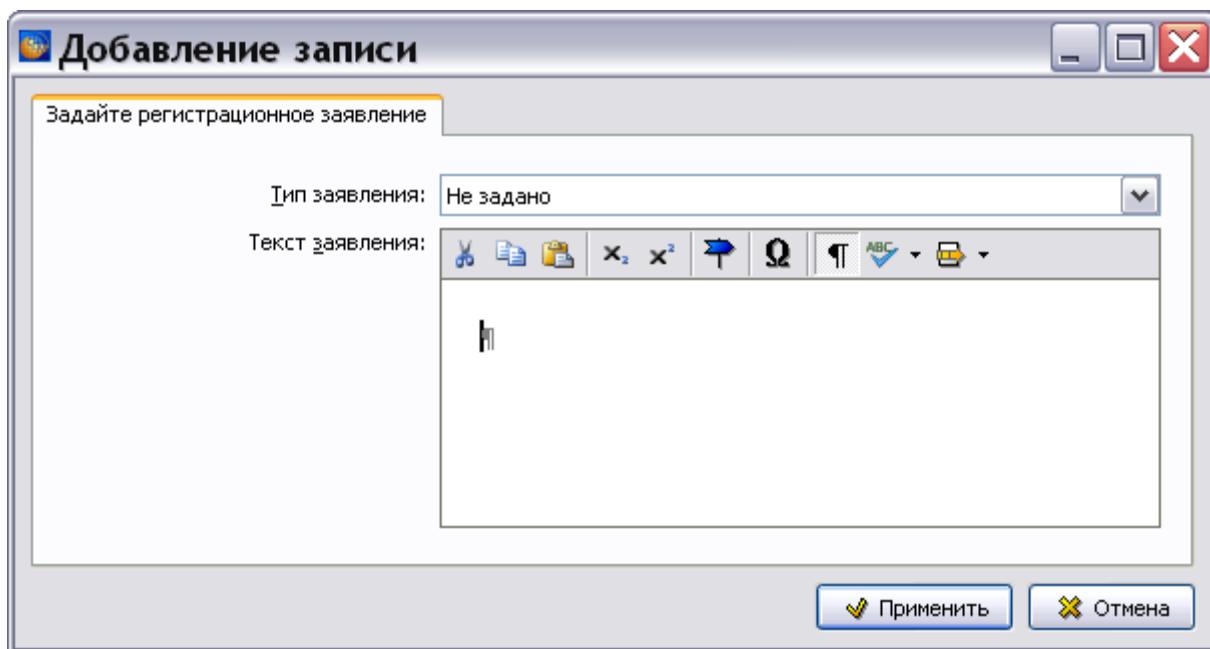

Рис. 17.17
- **Заявления.** Для ввода заявления нажмите на кнопку **Добавить** . В окне **Добавление записи** выберите тип заявления и введите текст заявления (Рис. 17.17).